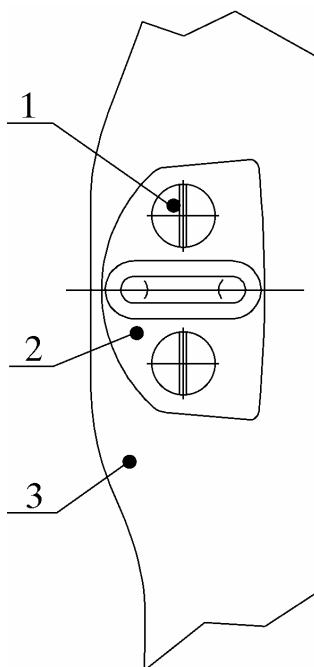

Рис. 31. Установка шипа фиксатора передней левой двери:
3) два винта 1 (рис. 31) крепления шипа 2 фиксатора двери к стойке 3 кузова затянуть с моментом, обеспечивающим неподвижность шипа